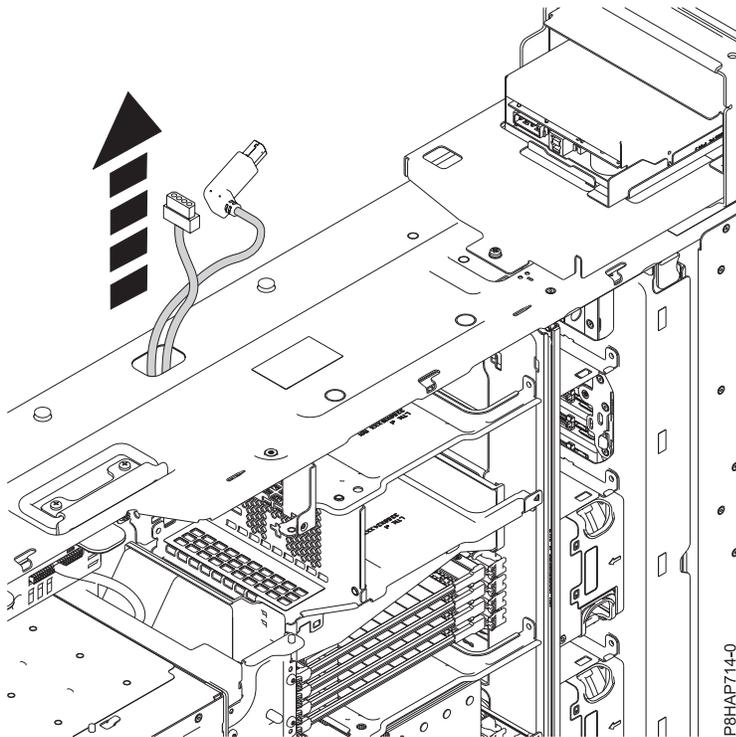

Figura 69. Encaminhar os cabos USB e da fonte da alimentação da base de acoplamento RDX interna (FC EUA3)
4. Encaminhe os cabos de USB e de alimentação da base de acoplamento RDX interna (FC EUA3) através da parte lateral do buraco de gestão de cabos do chassis tal como é demonstrado em Figura 69 na página 83.